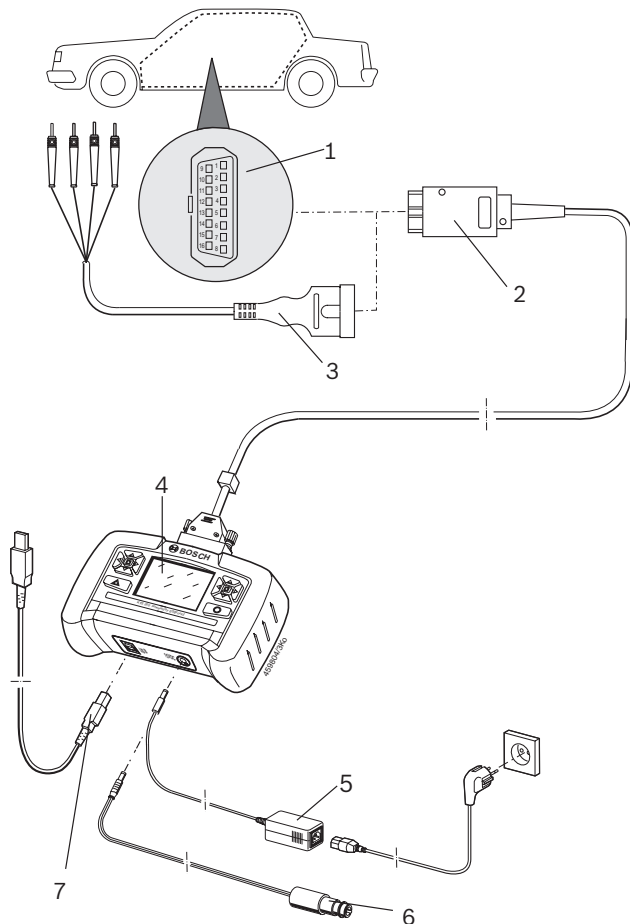

Fig. 3: Schema dei collegamenti KTS 200
- il cavo di diagnosi OBD (fig. 3, pos. 2) o
- il cavo di diagnosi OBD e in aggiunta mediante il cavo di collegamento UNI (fig. 3, pos. 3; accessorio speciale) o